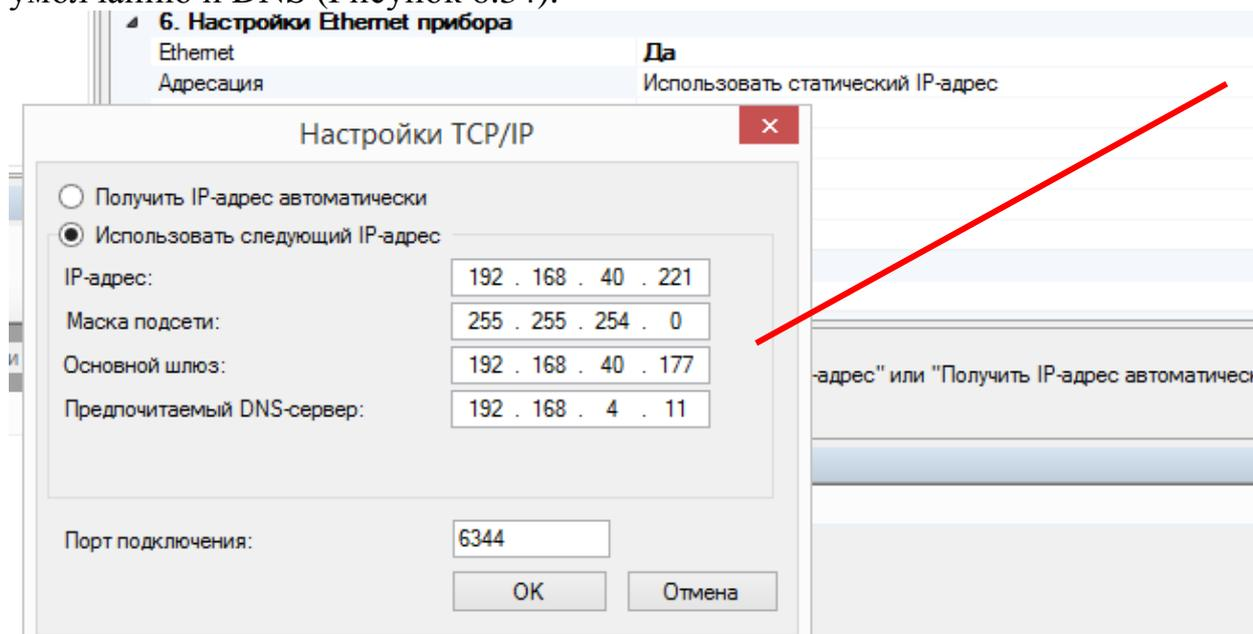

Рисунок 6.34
- Если используется статический IP-адрес, необходимо задать Шлюз по умолчанию и DNS (Рисунок 6.34).